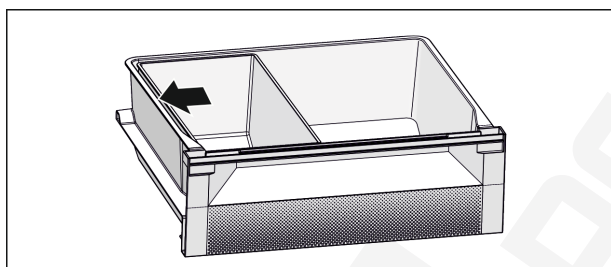

Fig. 6
- Helyezze el a Fish & Seafood tálcát. A Fig. 6 ábrázolt pozíciójával optimális hűtési funkciót érhet el.